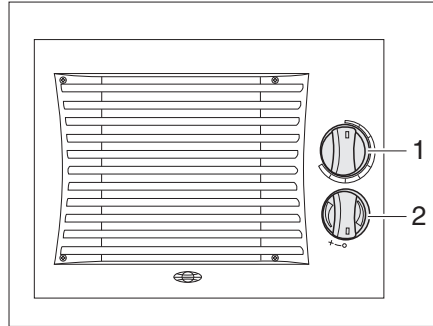

Fig. 216 Elementos de mando termocambiator adicional
- Girar el regulador giratorio (Fig. 216,1) del regulador volumétrico de paso a la posición deseada. El circuito de agua está abierto.
- Girar el conmutador del ventilador (Fig. 216,2) del ventilador de circulación de aire en sentido de las agujas del reloj.
- Girar el conmutador del ventilador (Fig. 216,2) a "O".
- Girar el regulador giratorio (Fig. 216,1) del regulador volumétrico de paso completamente hacia atrás.